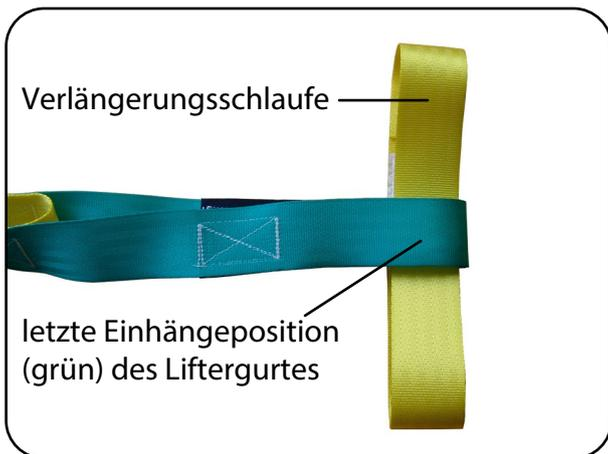

Abb. 6.1.01 – Verlängerungsschleife positionieren
1. Legen Sie die Verlängerungsschleife in die letzte/äußere (grüne) Einhängeposition des aks-Liftermgurt (Abb. 6.1.01).